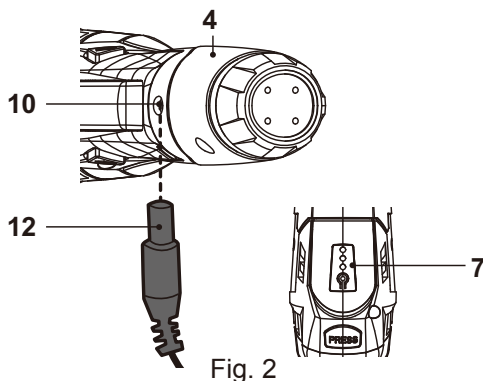

Fig. 2
- > Conecte o conector jack (12) à tomada de carregamento (10) situada na pega (4) (Fig. 2)
- > Conecte o carregador (11) a uma fonte de alimentação.
- > O indicador luminoso (7) indica o estado de carregamento.